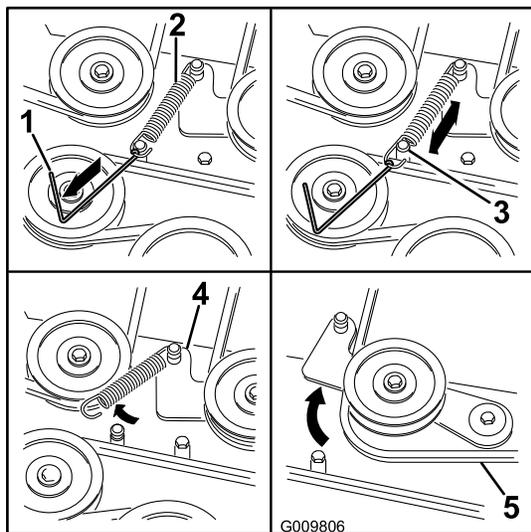

Figure 67
5. À l'aide d'un outil de dépose de ressort (réf. Toro 92-5771), décrochez le ressort de tension de l'ergot sur le tablier pour éliminer la tension sur la poulie de tension (Figure 67).
1. Acheminez la courroie neuve autour des poulies du tablier de coupe et de la poulie d'embrayage, sous le moteur (Figure 67).
2. À l'aide d'un outil de dépose de ressort (réf. Toro 92-5771), accrochez le ressort de tension à l'ergot situé sur le tablier, ce qui a pour effet d'exercer une tension sur la poulie de tension et la courroie du tablier de coupe (Figure 67).